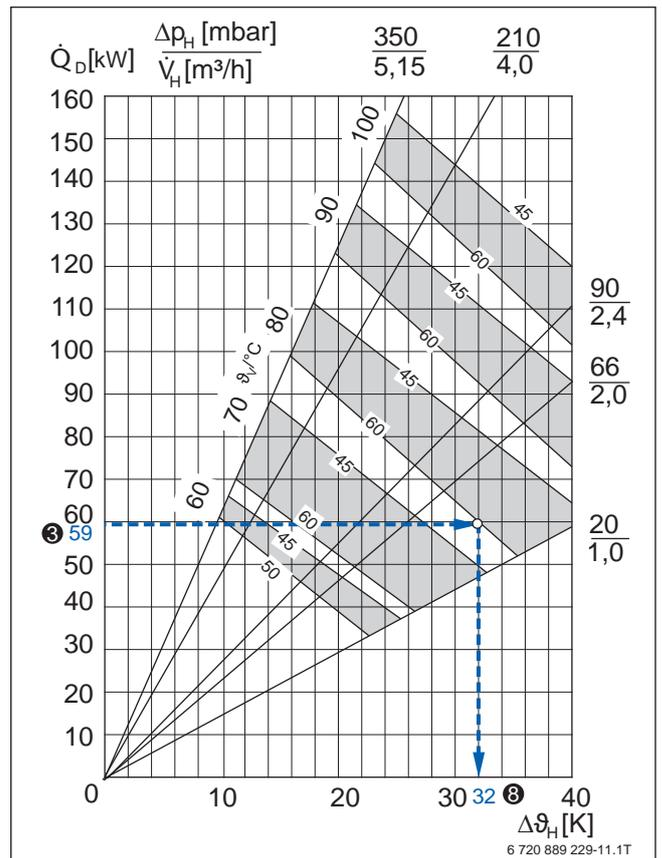

Bild 45 Warmwasser-Dauerleistung Logalux SU1000.5; Beispiel blau hervorgehoben (Vorlage → Bild 72, Seite 97)
Aus dem Dauerleistungsdiagramm für Warmwasserspeicher Logalux SU1000.5 ist ausgehend von der effektiven Anschlussleistung ③ die heizwasserseitige Temperaturdifferenz $\Delta\vartheta_H = 32 \text{ K}$ ⑤ abzulesen (Beispiel → Bild 45).